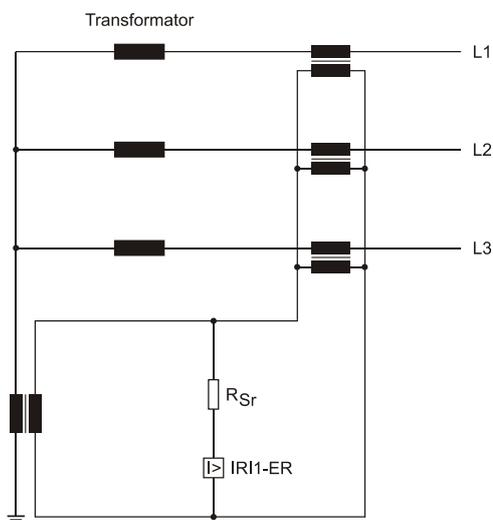
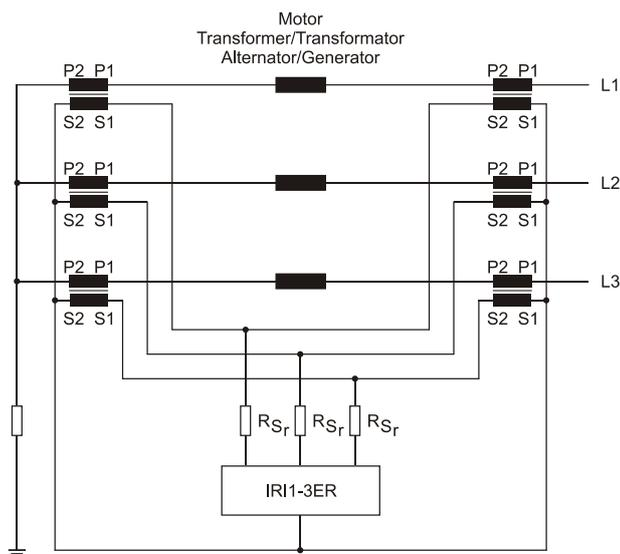

Abbildung 2.1: Nullstrom-Differenzialschutz eines Transformators in Stern-Schaltung (IRI1-ER)
Abbildung 2.2: Hochstabilisierter Differenzialschutz für Generatoren, Transformatoren und Motoren (IRI1-3ER)
- Nullstrom-Differenzialschutz der Sternpunkt-Wicklung (Restricted earth fault) eines Transformators (IRI1-ER) siehe Abbildung 2.1
- Hochstabilisiertes Differenzstromrelais für Generatoren, Transformatoren und Motoren (IRI1-3ER) siehe Abbildung 2.2.
Das Schutzrelais IRI1-ER wird als Stromdifferentialschutz im Differenzstromkreis der Stromwandlerschaltung angeschlossen. Bei Verwendung als Nullstromdifferenzialschutz (Restricted earth fault) ist das Relais (IRI1-ER) gemäß Abb. 2.1 anzuschließen. Bei Verwendung als hochstabilisiertes Differenzstromrelais ist das Relais (IRI1-3ER) gemäß Abb. 2.2 anzuschließen.